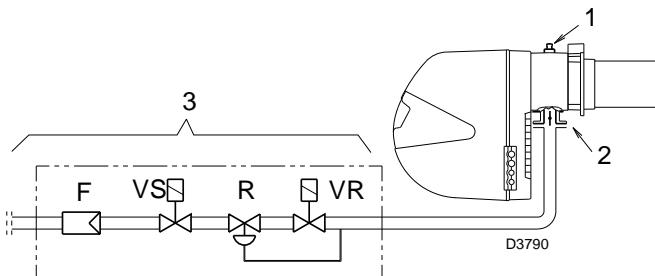

Fig. 18
Presión del gas medida en la toma 1)(Fig. 18), con cámara de combustión en 0 mbar.
Pérdida de carga válvula de mariposa del gas 2)(Fig. 18) con abertura máxima: 90°.
Pérdida de carga rampa de gas 3)(Fig. 18) comprende:
- restar a la presión del gas en la toma 1)(Fig. 18) la presión de la cámara de combustión.
Presión de gas en la toma 1)(Fig. 18) = 14,1 mbar
En cambio, para conocer la presión de gas necesaria en la toma 1)(Fig. 18), una vez fijada la potencia MÁX a la que se desea que funcione el quemador:
- Leer a la derecha, columna 1, la presión en la toma 1)(Fig. 18).
presión necesaria para la toma 1)(Fig. 18).